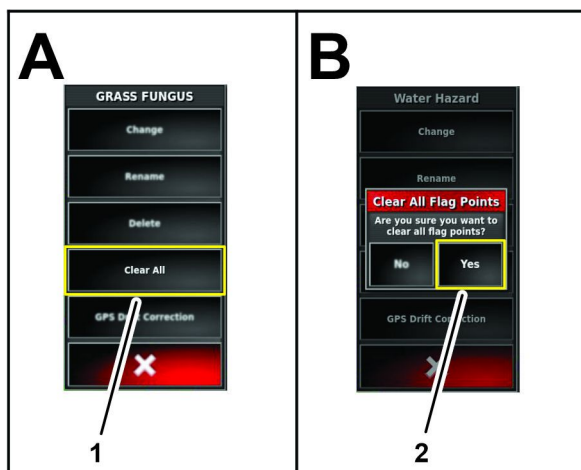

Figura 86
1. No menu de edição da sinalização, pressione o ícone EXCLUIR TODAS (Figura 86).
2. Na caixa de diálogo “excluir todas as sinalizações”, pressione o ícone SIM (Figura 86).